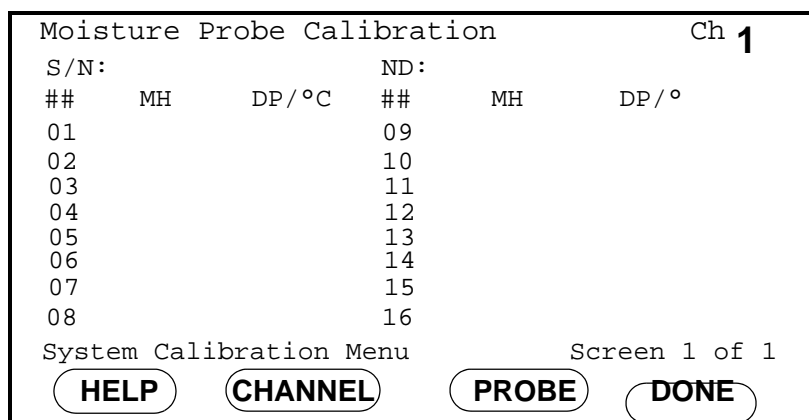

Figura 4-2: Menú de calibración del sistema para humedad
1. En el *System Calibration Menu*, pulse la tecla de menú [PROBE] hasta que aparezca una pantalla *Moisture Probe Calibration* similar a la que se muestra en la Figura 4-2 a continuación.